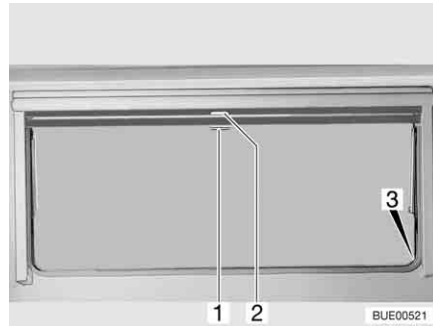

Bild 83 Ausstellfenster
- Verdunklungsrollo am Griff (Bild 83,2) nach unten ziehen. Wenn das Verdunklungsrollo ganz geschlossen wird, das Verdunklungsrollo auf beiden Seiten am Fensterrahmen in die Arretierung (Bild 83,3) einhängen.
- Wenn das Verdunklungsrollo vollständig geschlossen ist: Den Griff (Bild 83,2) nach unten drücken und den Griff dabei leicht nach innen ziehen. Das Verdunklungsrollo aus den Arretierungen links und rechts am Fensterrahmen aushängen.
- Wenn sich das Verdunklungsrollo in Zwischenposition befindet: Den Griff (Bild 83,2) leicht nach unten ziehen, bis sich die Arretierung gelöst hat.
- Insektenschutzrollo am Griff (Bild 83,1) nach unten ziehen und auf beiden Seiten am Fensterrahmen in die Arretierung (Bild 83,3) einhängen.
- Griff (Bild 83,1) nach unten drücken und den Griff dabei leicht nach innen ziehen. Das Insektenschutzrollo aus den Arretierungen links und rechts am Fensterrahmen aushängen.